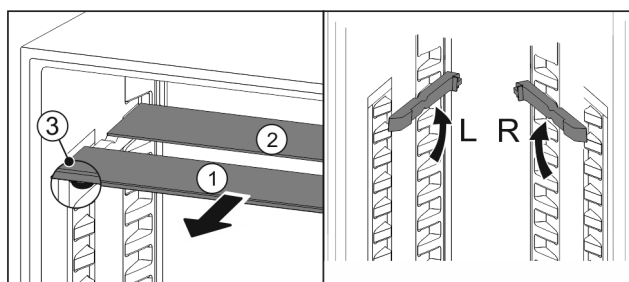

Fig. 94
- ▶ Wyciągnąć Fig. 94 (1) pojedynczo półki szklane do przodu.
- ▷ Płyta szklana Fig. 94 (1) z listwą ozdobną znajduje się z przodu.
- ▷ Stopery Fig. 94 (3) wskazują w dół.